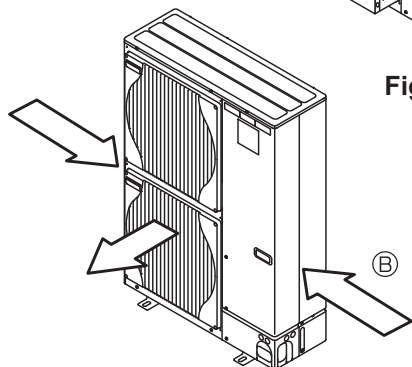

Fig. 3-4
- ③ Posicione a unidade de forma a que o ar seja libertado perpendicularmente à direcção do vento, se possível. (Fig. 3-4)